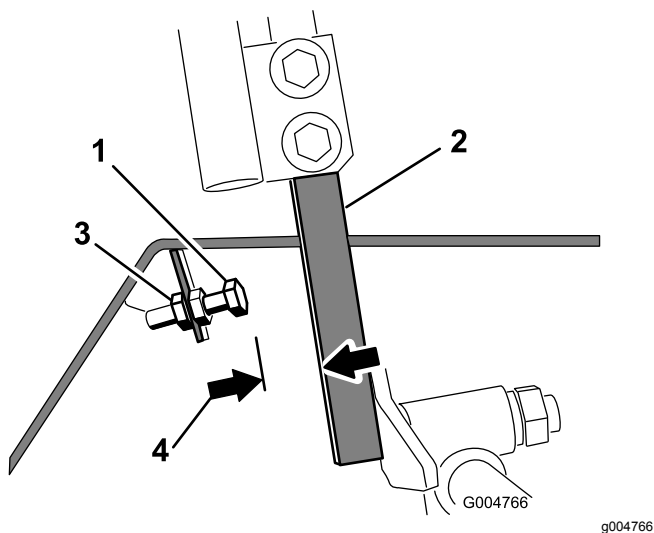

Figura 87
4. Allentate il controdado sul bullone di fermo di una delle leve di controllo (Figura 87).